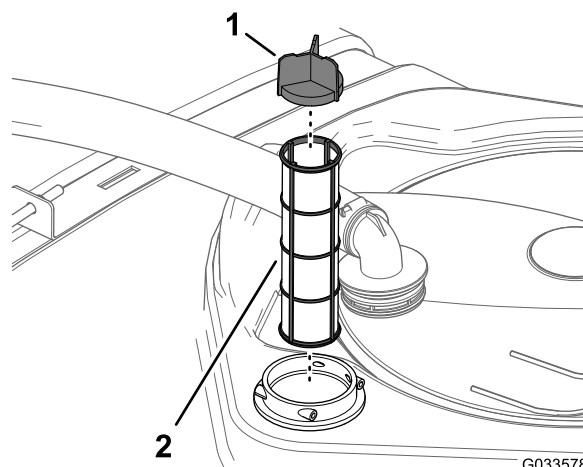

Figura 50
4. Scoateți sita de aspirație din carcasa filtrului din rezervor (Figura 50).